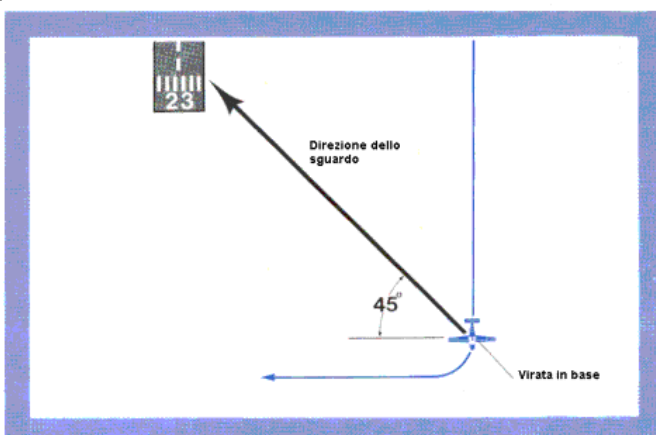

Figura 5
Il momento di virare in base può essere stimato quando la soglia della pista si trova tralungando tra la punta dell'ala ed i piani di coda. Più precisamente, iniziate la virata quando una linea immaginaria che unisce il vostro sedile con la soglia pista forma un angolo di  $45^\circ$  con l'asse longitudinale dell'aereo (vedi la Figura 5).
- 4) Avendo raggiunto il punto chiave a 45° illustrato nella Figura 5 e controllata la presenza di altro traffico, si può iniziare la virata in base.